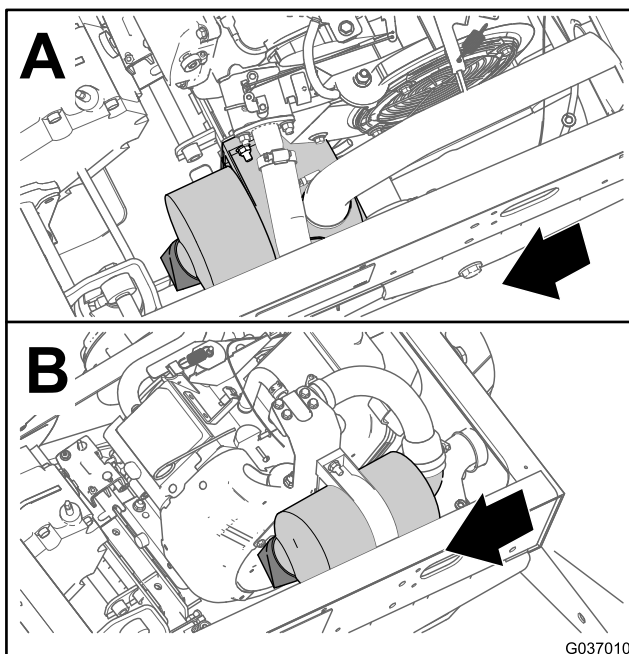
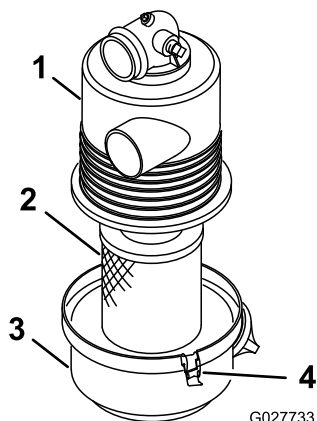

Figura 30
Figura 31
2. Verifique se existe algum dano no corpo do filtro de ar que possa provocar uma fuga de ar (Figura 30 e Figura 31).
3. Liberte os trincos que fixam a cobertura do filtro de ar à respectiva caixa (Figura 31).
4. Separe a cobertura do filtro de ar da caixa e limpe o interior da cobertura (Figura 31).
3. Insira o elemento do filtro de ar na caixa do filtro (Figura 31).
4. Alinhe a cobertura do filtro do ar com a caixa (Figura 31).
5. Prenda a cobertura à caixa com as patilhas (Figura 31).